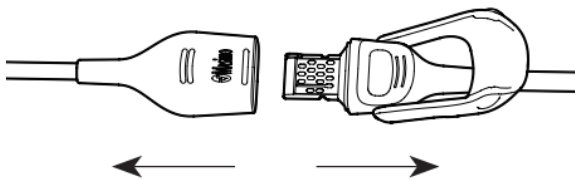

Fig. 15-7 Desconexión sensor PED.
2. Consulte la Fig. 15-7. Tire firmemente del conector del sensor para retirarlo del cable del paciente.